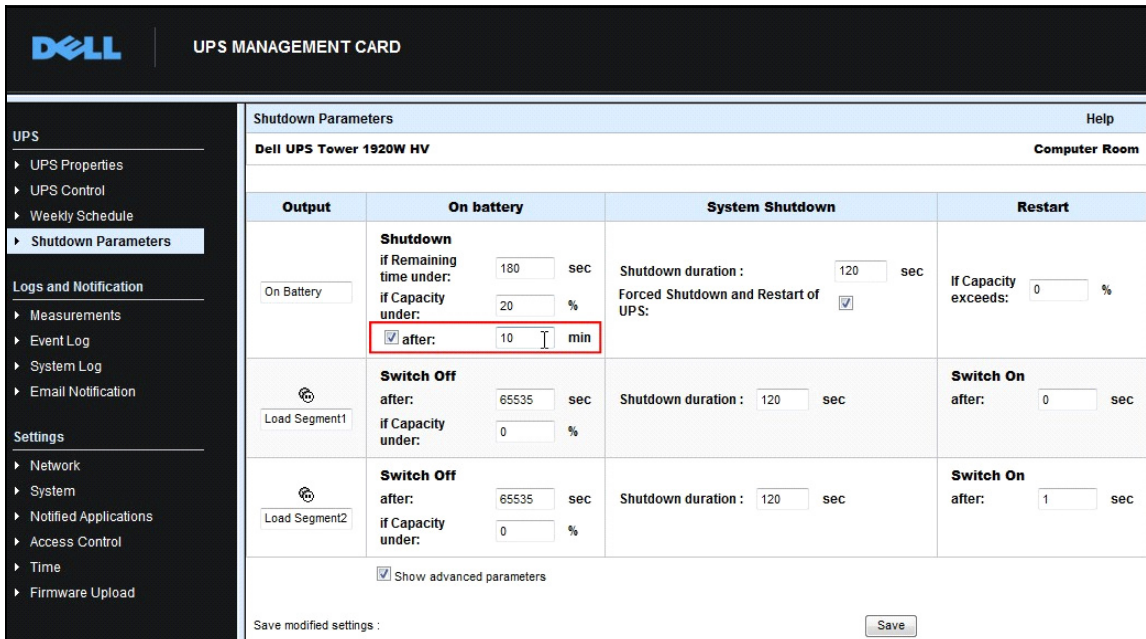

**Abbildung 89. Dialogfeld „Edit Shutdown Configuration“ (Konfiguration zum Herunterfahren bearbeiten)**
- Abbildung 89 veranschaulicht die Dell MUMC-Standardkonfiguration, die über **Settings > Shutdown > Edit Shutdown Configuration** (Einstellungen > Herunterfahren > Konfiguration zum Herunterfahren bearbeiten) abgerufen werden kann.